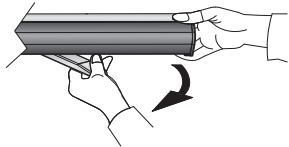
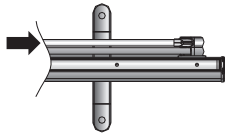

图 1
图 2
1. 选取适当的距离将银幕放置于投影机前端，将银幕左右两个支撑脚按图 1 所示方向旋转至与壳体成“十”字型。（如图 2）